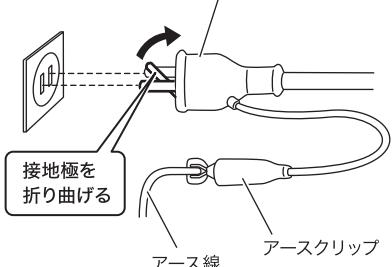

図11
6. 使用する電源について (図11)
- ・アースは、接地極のある電源コンセントに 3P ポッキンプラグ(接地極付プラグ)を差し込んで行ってください。接地極のない電源コンセントに接続するときは、接地極を折り曲げて電源コンセントに差し込み、アースクリップを使用してください。 (図 11)